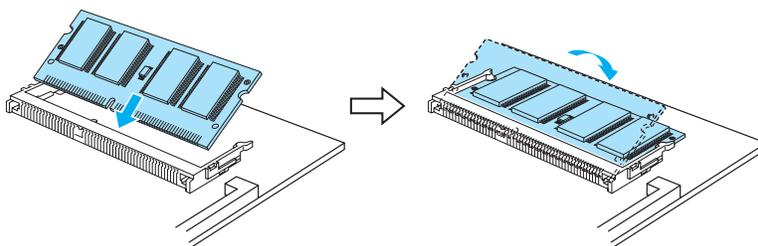

Figura 4-23
- 4 Prima **Set** para imprimir a lista dos tipos de letra opcionais (Figura 4-23).